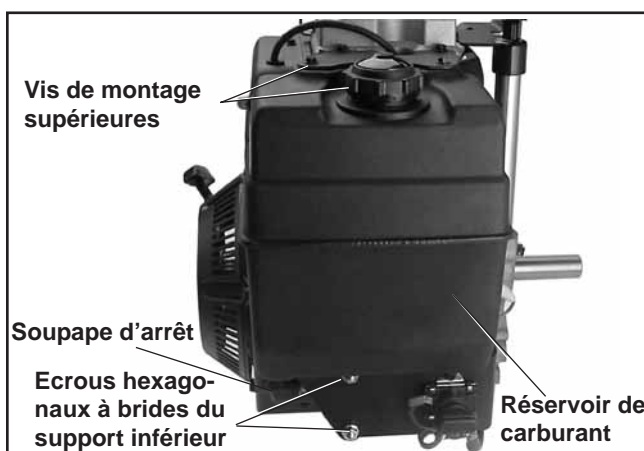

Figure 9-12. Retirer le réservoir de carburant.
2. Retirer les écrous hexagonaux à brides du support inférieur et des vis hexagonales à brides du support supérieur du réservoir de carburant. Voir la figure 9-12.